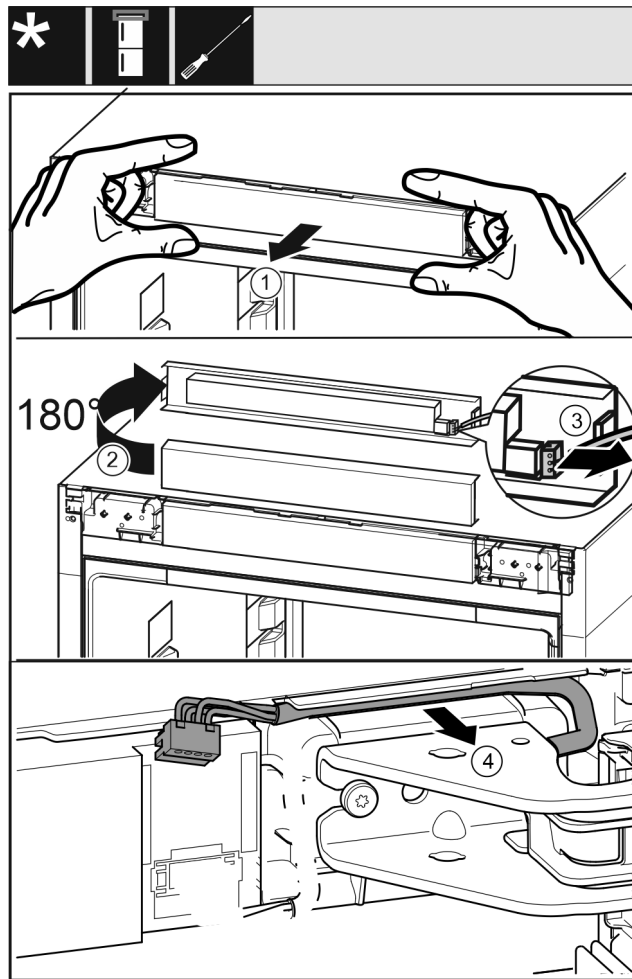

Fig. 18
- ▶ Óvatosan válassza le a kezelőpanelt Fig. 18 (1) előrefelé.
- ▶ Fordítsa el a kezelőpanelt Fig. 18 (2) felfelé 180°-kal.
- ▶ Nyomja hátrafelé a reteszelő bütyköt Fig. 18 (3), és óvatosan húzza ki a dugót.
- ▶ Óvatosan vegye ki a csapágybak feletti kábelt Fig. 18 (4) a vezetősínből.